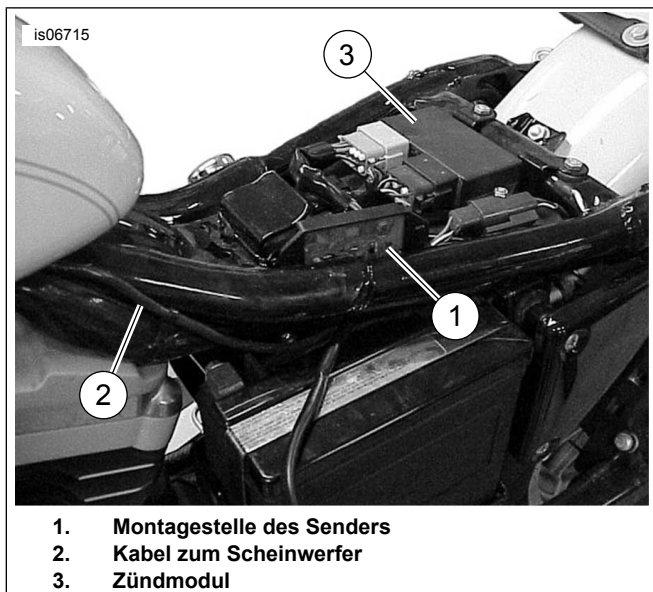

Abbildung 7. Montage des Senders und Verlegung der Kabel (Sportster-Modelle bis 2003)
2. Siehe Abbildung 7. Den Sender (1) an den Hauptkabelbaum, soweit wie möglich vom Öltank entfernt, im Bereich unter dem Sitz positionieren, und den Sender mit den Kabelbindern aus dem Satz befestigen. Weiter mit dem Abschnitt **Anschluss des Kabelbaums**.